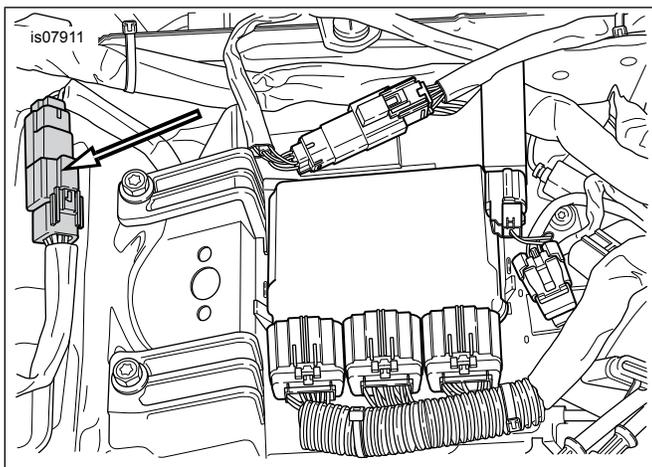

Figura 1. Conector do chicote de fios da iluminação traseira de seis pinos [7] sob o assento (FLHR/C exibido)
1. Veja Figura 1. Localize a fiação traseira saindo do para-lama traseiro na área embaixo do assento. Solte o conector Multilock de seis pinos da fiação do para-lama traseiro [7B] do conector do chicote de fios principal [7A].